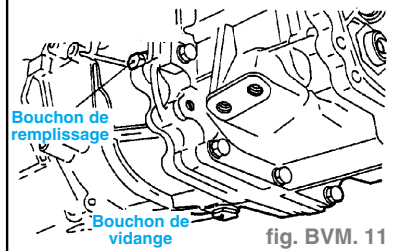

fig. BVM. 11
- Retirer le bouchon de remplissage d'huile du trou de remplissage d'huile. (fig. BVM. 11 et 12)